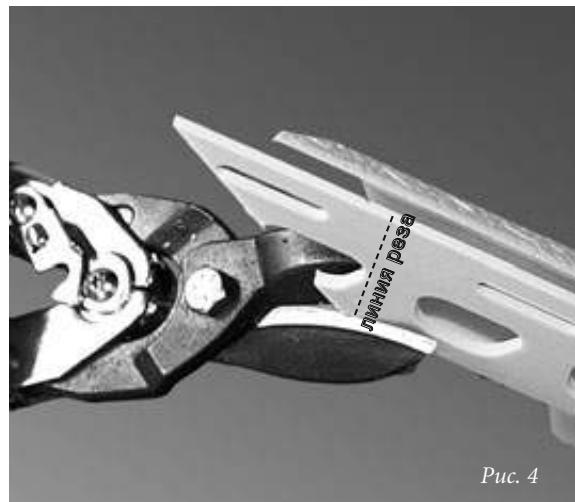

Рис. 4
- 4) После запила наличников необходимо срезать часть монтажной полки, так как она может помешать плотному прилеганию запиленных граней наличника при ихстыковке на углах (рис.4 и рис.5).